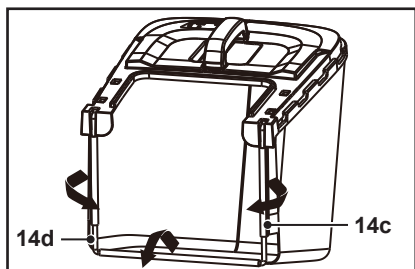
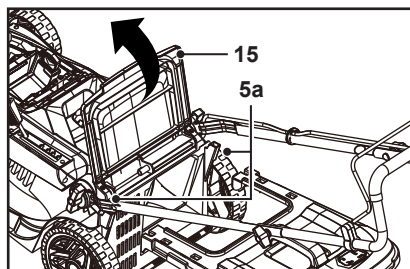

Fig. 4
Fig. 5
1. Prinde cele trei cleme din cauciuc (14c) pe popul (14d) coșului colector pentru iarbă (14) (Fig. 4).
2. Coșul colector pentru iarbă (14) este gata de utilizare.
3. Deschide deflectorul (15) și ține-l în poziție (Fig. 5).
4. Ridică coșul colector pentru iarbă (14) ținându-l de mânerul de transport (14a).
6. După aceea, eliberează cu grijă deflectorul (15).